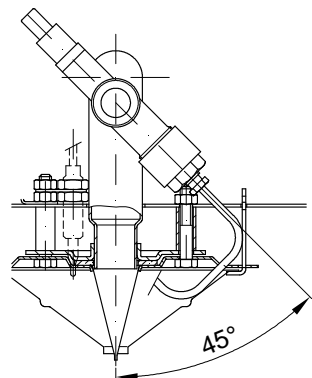

Fig 4
- 3-Colocar de nuevo el bloque válvula de seguridad-inyector inclinándolo 45°(Fig. 4)
- 3-Replace the safety valve-injector assembly tilting it at 45° (Fig. 4)
- 3-Remettre en place le bloc vanne de sécurité-injecteur en l'inclinant à 45° (Fig. 4)